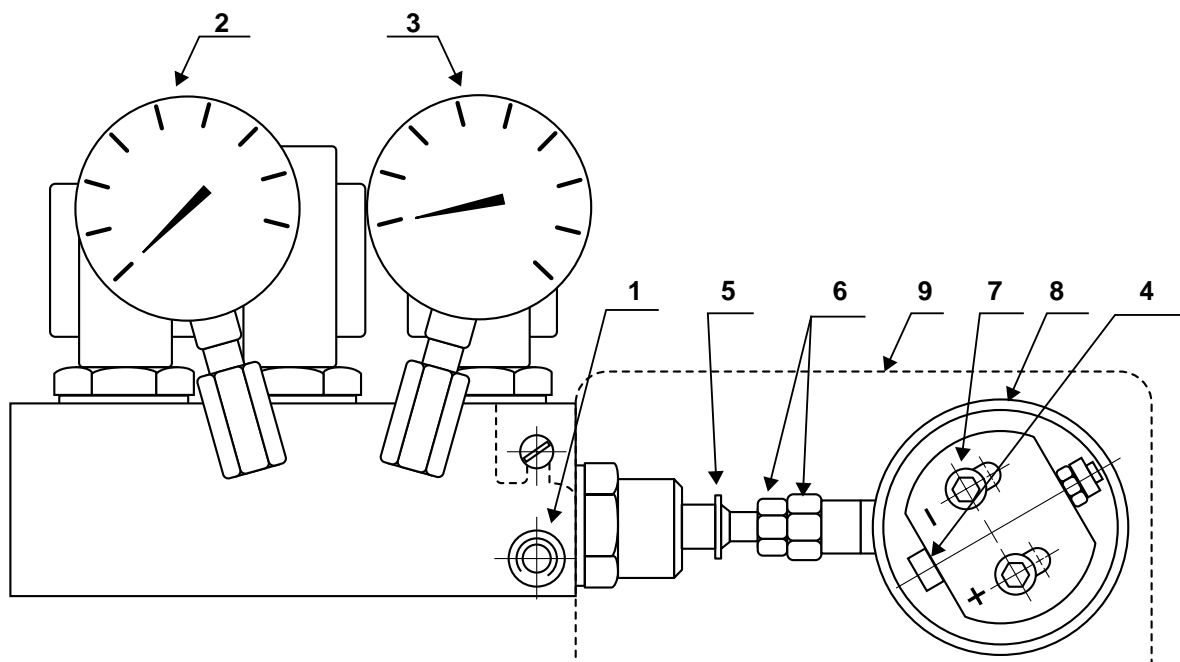

Fig. 3
La variazione di pressione sul ritorno (manometro, 3 fig. 3) modifica la portata del combustibile che esce dall'ugello.
- Far ruotare manualmente e lentamente la camma a profilo variabile 1) fig.5, collegata solidalmente all'eccentrico 8) fig.3 e verificare la variazione di pressione sul manometro 3) fig.3.
Le correzioni di pressione sul ritorno si ottengono variando l'eccentrico 8) fig.3 e il dado con controdado 6) fig.3.
La testa di combustione si muove contemporaneamente all'eccentrico (8), fig. 3 ed alla camma a profilo variabile (1), fig. 5. Il posizionamento della testa è visibile sul cilindro (2), fig. 4.